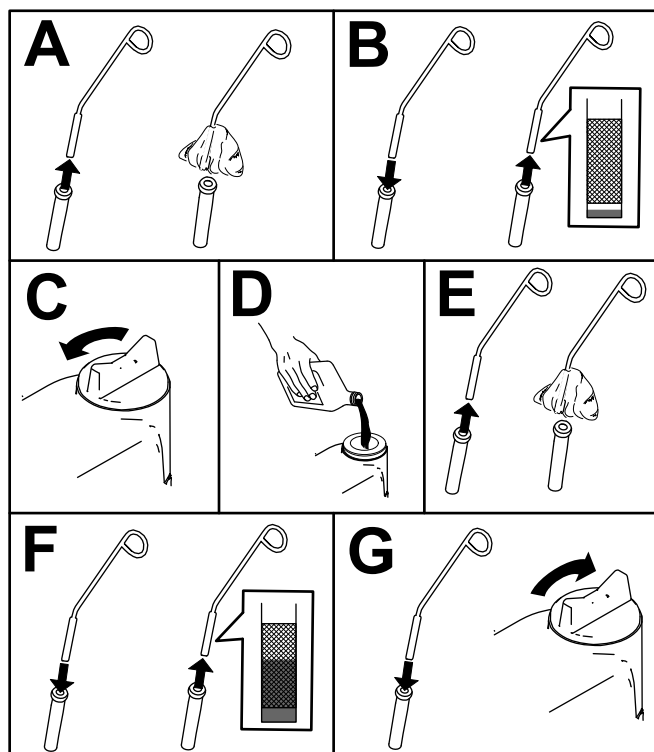

Figure 49
5. Contrôlez le niveau d'huile moteur et faites l'appoint au besoin (Figure 49).